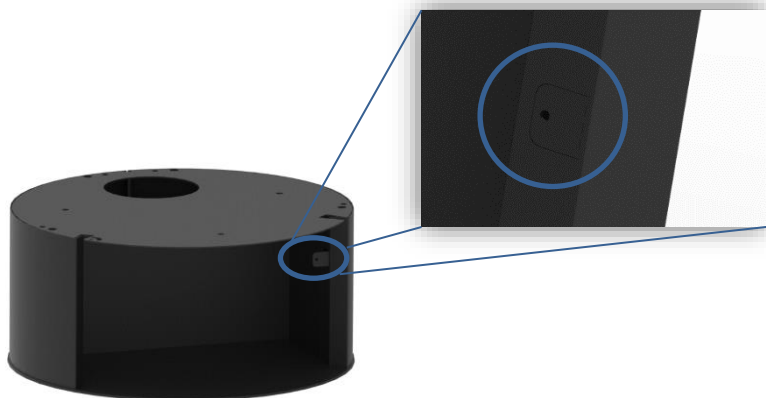

Figura 10 - Preparazione della base/plinto dell'apparecchiatura, per posizionare la porta
- 1- Con una chiave, piegare con cautela la linguetta che si trova sul lato destro della base, in modo che sia perpendicolare al lato, come illustrato nella Figura 10.